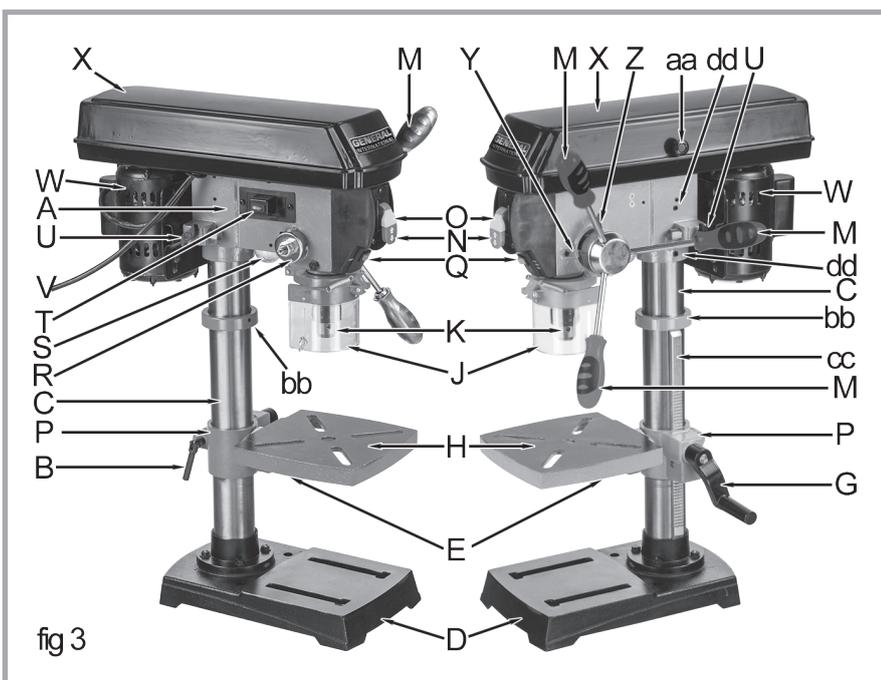

fig 3
- Placez le tube de colonne (C, fig 2 et 3) sur la base de la collerette d'appui en bas, l'anneau de colonne (bb, fig 3) dans la partie supérieure et la engrenage (cc, fig 3) passant entre eux. Alignez les trous du support de colonne avec la base trous.
- Retirez l'anneau de colonne (bb, fig 3) du haut de la colonne en desserrant la vis à tête creuse.
- Insérez la crémaillère (bb, fig 3) dans la rainure verticale du support de table. Assurez-vous que la vis sans fin entraînée par l'arbre à vis sans fin est justement installé sur la partie à l'intérieur du support de table est en prise avec les dents de la crémaillère.
- Maintenir dans cette position pendant que vous passez l'anneau de colonne (bb, fig 3) vers le bas sur le bord supérieur de crémaillère.
3. À l'aide d'une clé hexagonale de 4 mm (Allen), fixer l'ensemble de la tête en place en serrant les deux vis de verrouillage (dd, fig 3) sur le côté droit de la base de la tête.
6. Fixer le garde du mandrin (J, fig 3) autour de la partie inférieure exposée du tube de fourreau. Ne pas trop serrer.
1. Repérez l'interrupteur du laser (T, fig 3) sur le côté gauche de la tête.
1. Soulever ou abaisser la table en desserrant la poignée de verrouillage de support de table (B, fig 3) et en tournant la manivelle (G, fig 3) jusqu'à ce que la table soit à la hauteur souhaitée.